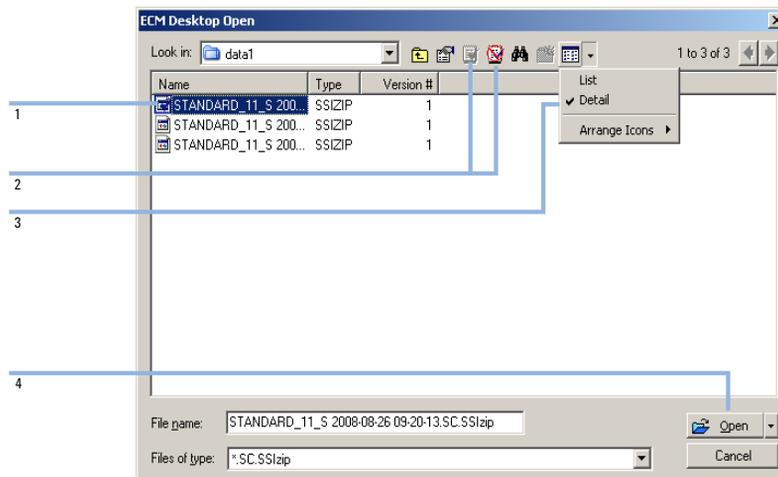
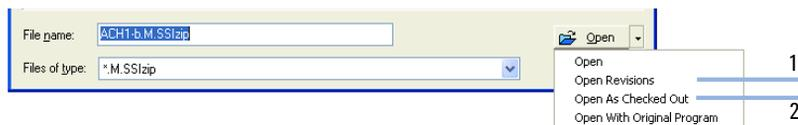
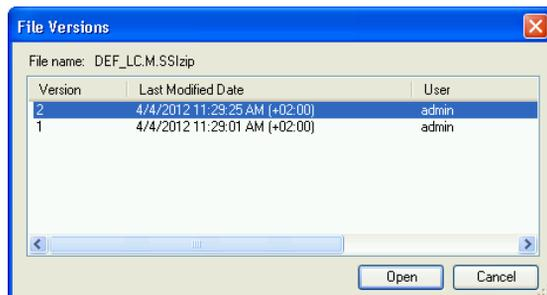

Figure 18 Boîte de dialogue Ouverture de bureau ECM
Figure 19 Commande Ouvrir des révisions
Figure 20 Boîte de dialogue Versions du fichier
Si l'élément a été extrait, il est signalé par une icône bleue ou rouge (voir Figure 18, page 64, marqueur 1) :
Pour extraire ou restituer un élément, vous pouvez utiliser les icônes correspondantes disponibles dans la boîte de dialogue Ouvrir (voir Figure 18, page 64, marqueur 2). Avec ces icônes, vous ne pouvez extraire que la version la plus récente de chaque élément.
Afin d'obtenir plus de détails sur le type et la version des éléments disponibles, sélectionnez la vue **Detail** (voir Figure 18, page 64, marqueur 3). Pour ouvrir une version plus ancienne d'un élément, sélectionnez la commande **Open Revisions** dans le menu **Open** (voir Figure 19, page 65, marqueur 1). Cela permet d'ouvrir la boîte de dialogue **File Versions** qui répertorie toutes les versions disponibles de l'élément (voir Figure 20, page 65).
- 3 Sélectionnez **Open** dans l'une ou l'autre des boîtes de dialogue pour télécharger l'élément vers ChemStation. Pour empêcher les autres utilisateurs de modifier l'élément, sélectionnez la commande **Open As Checked Out**. L'élément est alors marqué comme ayant été extrait dans le système central de stockage des données (voir Figure 19, page 65, marqueur 2).